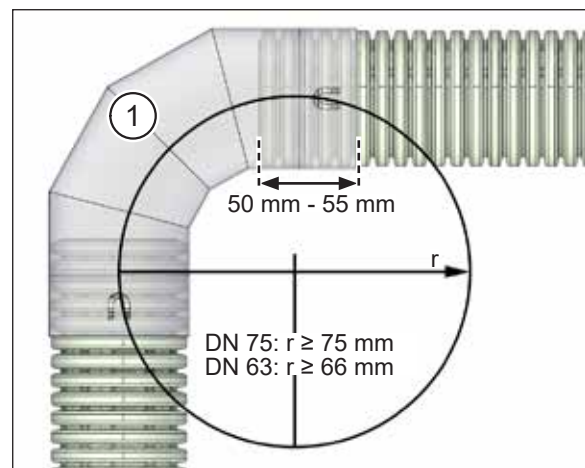

Abb. 9: Flexrohrbogen 90°
- ▶ Verwenden Sie den Flexrohrbogen 90° (Pos. 1 in Abb. 9), um kleinere Biegeradien zu realisieren (siehe Abb. 9):